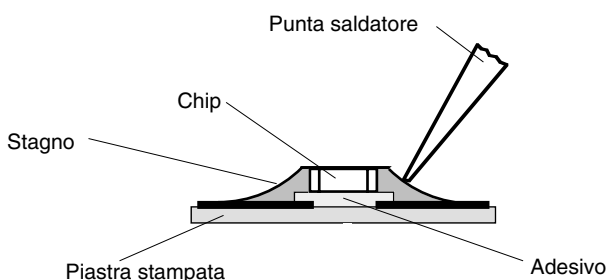

Fig. 1
1. Aspirare i punti di saldatura del CHIP con una calza dissaldante (Fig. 1).